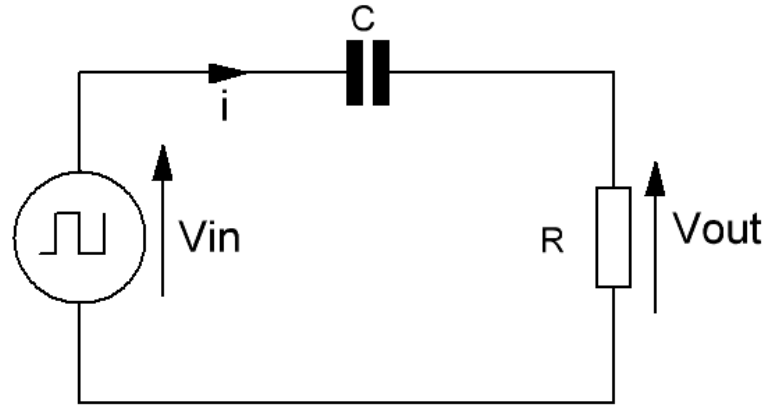

Figure 2 : Dérivateur RC
D'après le schéma électrique de la figure 2, l'équation (1) est toujours valide.
D'après l'équation (3), si la condition $\omega \ll \frac{1}{RC}$, alors le montage de la figure 2 se comporte comme un dérivateur.
- Construire le montage dérivateur comme indiqué sur la figure 2, en prenant $R=3k\Omega$ et $C=10nF$, mettre le signal d'entrée sur un signal d'amplitude 6V et une fréquence 200Hz avec des formes d'onde sinusoïdale et triangulaire.